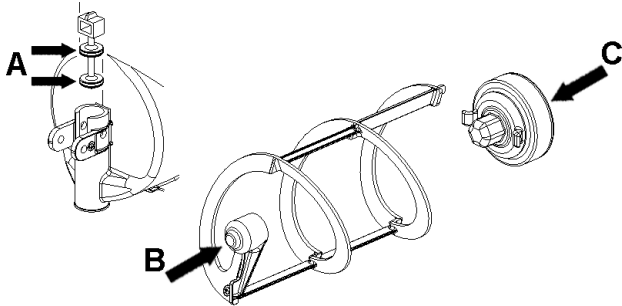

figure 11
- 2 Lubrifier le piston du robinet et le rotor magnétique extérieur (aux points A, B et C indiqués en figure 11) en utilisant uniquement la graisse fournie par le fabricant ou d'autres graisses à usage alimentaire.